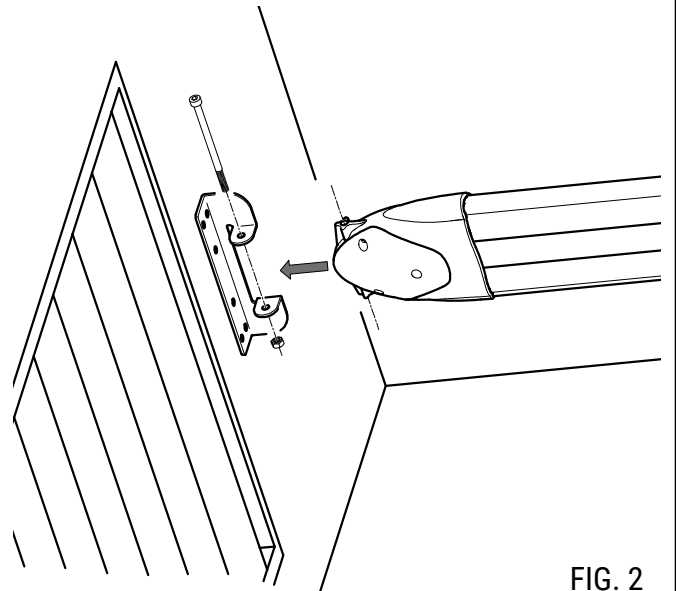

FIG. 2
2. Fissare la staffa anteriore al centro della porta. Fissare la testa dell'asta con la vite in dotazione (fig. 2).
2. Fix the front bracket in the centre of the doorway. Fix the head of the rail to it using the screw provided (fig. 2).
2. Den vorderen Bügel in der Mitte der Tür befestigen und den Stangenkopf der Führung mit der mitgelieferten Schraube festschrauben (Abb. 2).
2. Fixer l'étrier avant au centre de la porte, fixer la tête de la tige du rail avec la vis en dotation (fig. 2).
2. Fije la abrazadera delantera al centro de la puerta; fije la cabeza de la guía con el tornillo asignado en el equipamiento base (fig. 2).
2. Fixe o suporte anterior no centro da porta, fixe a cabeça da haste com o parafuso fornecido (fig. 2).